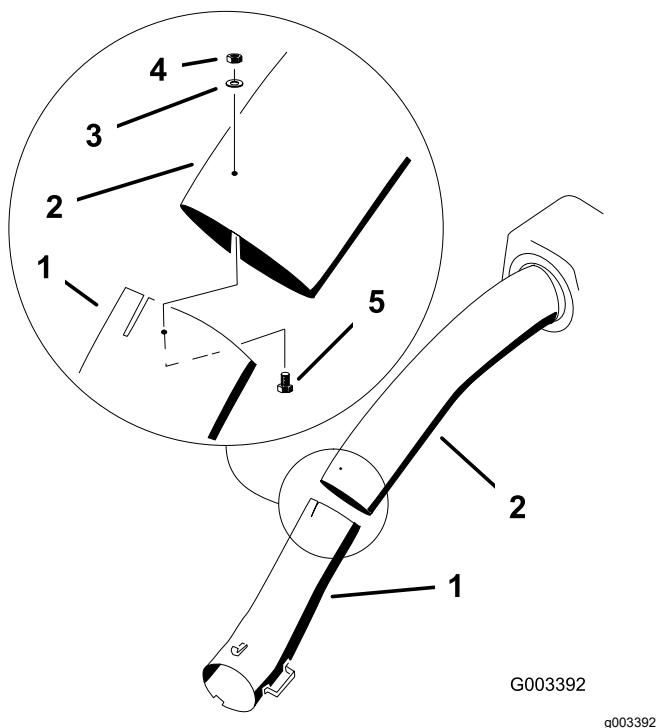

Figure 30
14. Réunissez les tubes supérieur et inférieur avec 3 boulons (n° 10" x 3/4"), 3 rondelles plates (7/32") et 3 contre-écrous (n° 10), comme montré à la Figure 30.